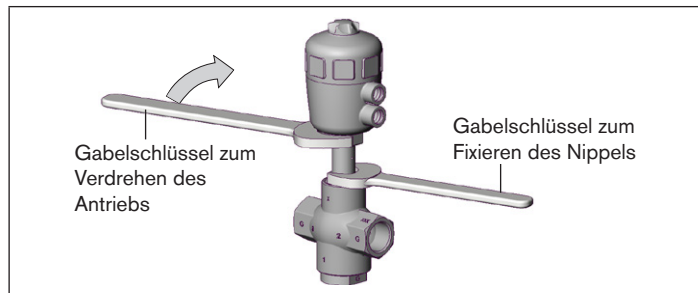

Bild 10: Drehen mit Gabelschlüssel
- Passenden Gabelschlüssel am Sechskant des Antriebs ansetzen (siehe „Bild 10“).
- ▶ Den Antrieb **nur im vorgegebenen Richtungssinn** drehen (siehe „Bild 10“).